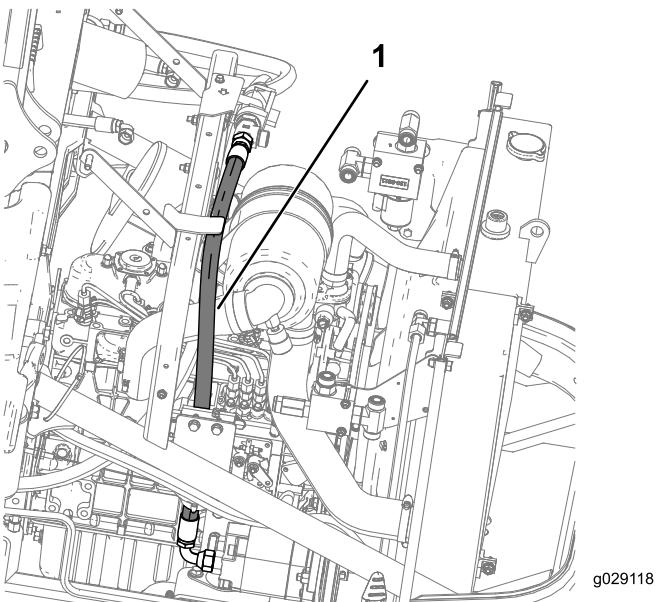

図 28
8. 図 28に示すように、油圧ホースCを、フィルタヘッドアセンブリのT字フィッティング $5/8 \times 5/8 \times 3/4$ インチ、オスから、ギアポンプアセンブリのアダプタフィッティング $5/8 \times 3/4$ インチ、オスに取り付ける。